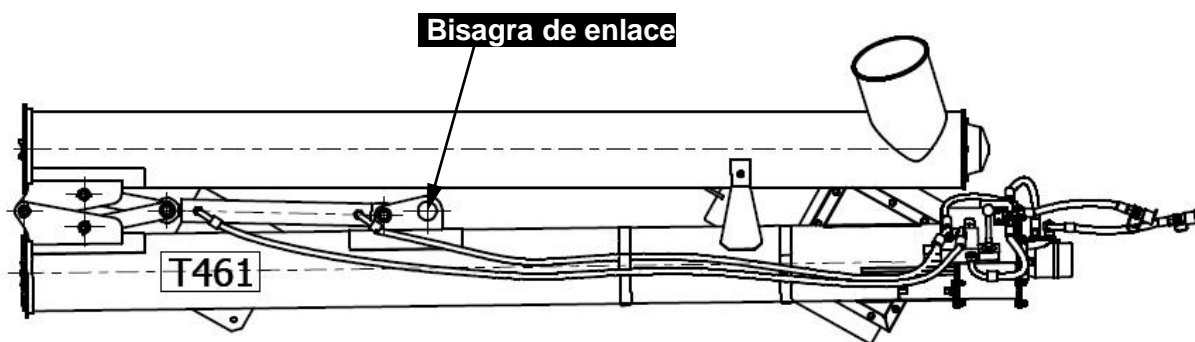

Figura.3 Preparación de la cinta transportadora para la instalación en el remolque.
- usar equipos de elevación como grúas, montacargas, cargador frontal y/o correa de elevación con una capacidad de carga de 1000 kg para elevar el transportador. El anclaje se muestra en la Figura 3 - Deslice el transportador uniformemente en ambos lados, manteniéndolo paralelo al remolque. Fíjese que nada en el remolque bloquee el accionamiento del tornillo sin fin. **NOTA:** Después de insertar los carriles transportadores debe mantener suspendida la máquina hasta completar el proceso de instalación!